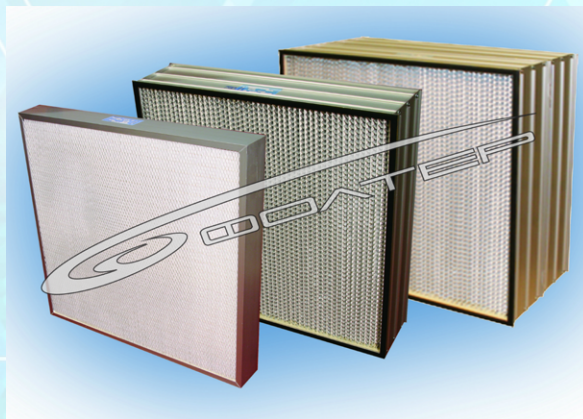
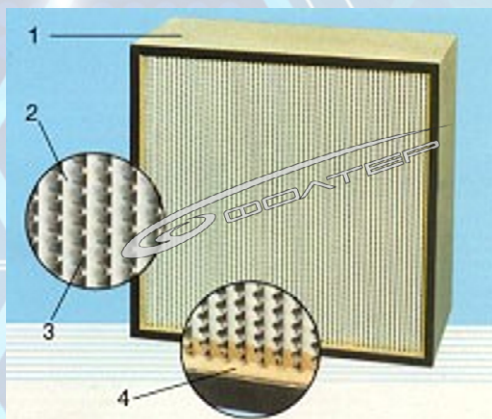

Рис.1 Фильтры ЕРА и НЕРА типа ФяС
Рис.2 Фильтр с алюминиевыми сепараторами
Фильтры ФяС (рис.2) состоят из корпуса (1), внутри которого складками уложен фильтрующий материал (2). Для предотвращения слипания соседних складок между ними прокладываются сепараторы из алюминиевой фольги (3) (рис.1) или специальные нити (2) (рис.3), наклеиваемые на поверхность фильтрующего материала (1) (рис. 3).
Корпус фильтра может быть изготовлен из специального алюминиевого профиля, нержавеющей листа или МДФ. Фильтры из алюминиевого профиля могут изготавливаться глубиной 69, 78, 150 и 300 мм. В тех случаях, когда корпус фильтра изготавливается из МДФ или нержавеющей листа, глубина фильтров может отличаться от указанной выше. Фильтрующий материал, включающий алюминиевые или нитевые сепараторы, герметизируется в корпусе путем заливки по всему периметру специальным герметиком (4) (рис.2). Корпус фильтра по всему периметру образует фланец (прижимную поверхность), размер которого для алюминиевого профиля составляет 15 мм, для МДФ 12 мм, а для корпуса из нержавеющей листа 14-18мм. На этот фланец наносится резиновое уплотнение (с одной или двух сторон). На входе и выходе (или с обеих сторон) фильтра может устанавливаться специальная решетка, обеспечивающая защитную, декоративную и воздухораспределительную функцию.